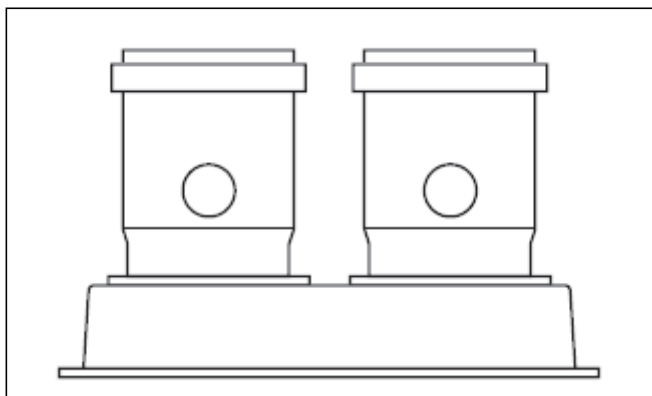
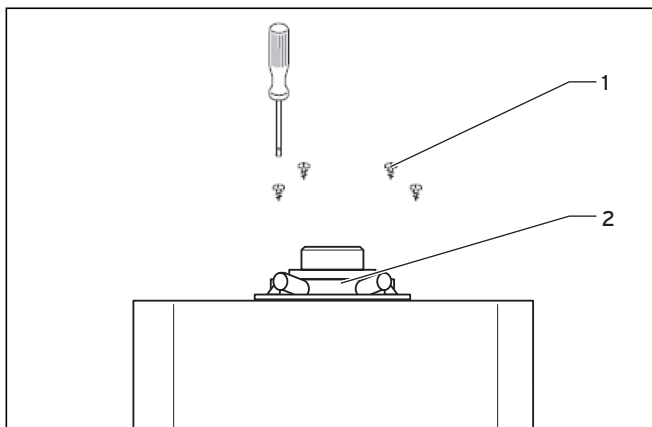

Fig. 7.1 Pieza de empalme del aparato para el empalme independiente Ø 80/80 n.º art. 0020079732
Fig. 7.2 Desmontaje de la pieza de empalme del aparato
- 6 Codo de 87° Ø 80 (fig. 7.1) o pieza en T de 87° para la limpieza (fig. 7.2)